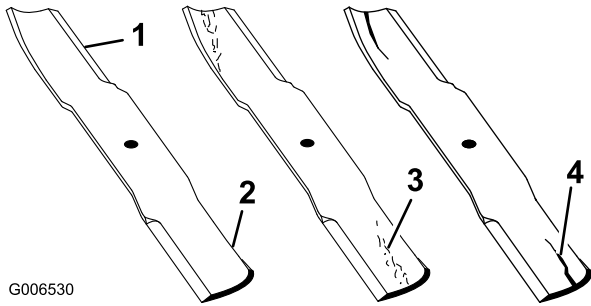

Figura 63
1. Inspeccione los filos de corte (Figura 63). Si los bordes no están afilados o tienen muescas, retire las cuchillas y afílelas. Consulte Afilado de las cuchillas.